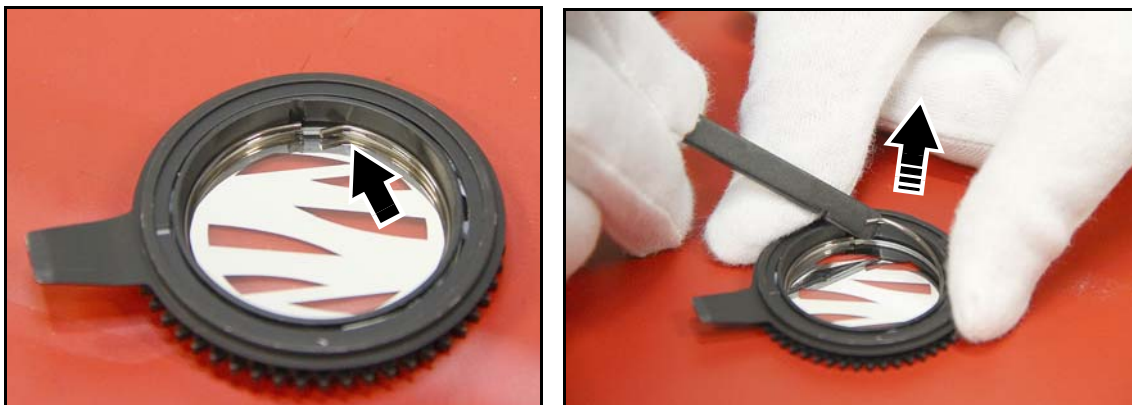

Figure 22 : retrait d'un gobo d'un support de gobo
1. Voir Figure 22. Placez le porte-gobo sur une surface propre, denture vers le bas. Notez la position de l'extrémité du ressort courbée. Avec une spatule plastique pour éviter toute rayure, soulevez l'extrémité du ressort et dégagez-le de la rainure qui le maintient. Retirez le ressort de rétention du support.